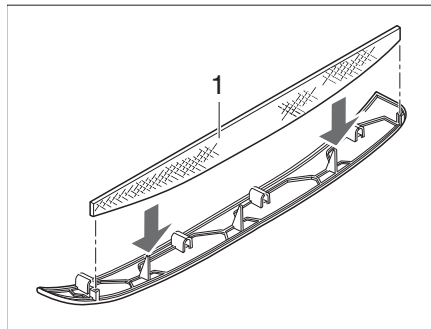
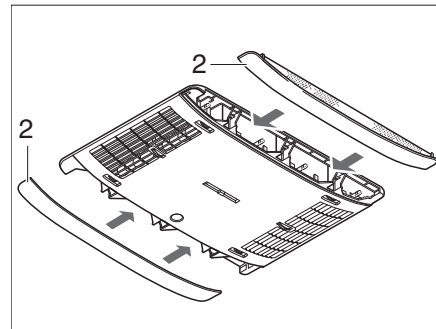

Bild 311 Luddfilter klimatanläggning
Bild 312 Paneler klimatanläggning
I panelerna (Bild 312,2) på sidorna finns två luddfilter. Luddfiltren måste rengöras regelbundet, dock minst var 6:e månad, och vid behov ska de bytas.
- Dra av panelerna (Bild 312,2) från luftspridaren och rengör luddfiltret (Bild 311,1) eller byt det vid behov.